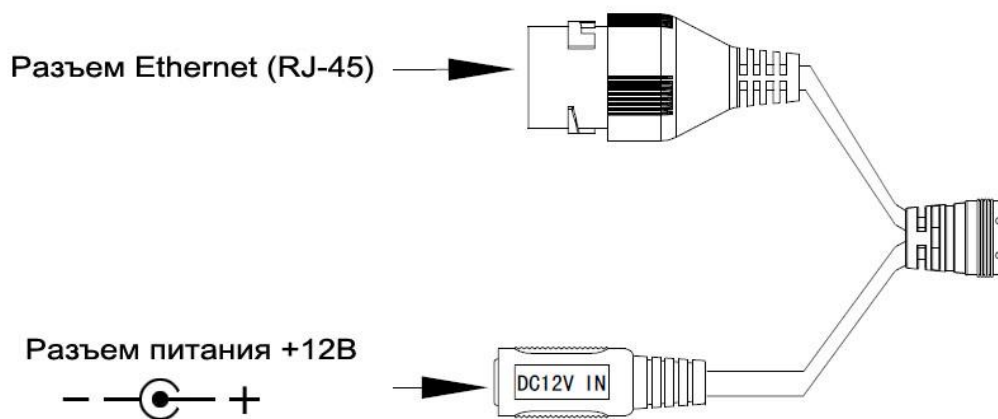

Рисунок 3
3.5 Подключите соединительные провода (разъемы) в соответствии со схемой внешних подключений (рис.3) и соблюдением полярности. Неверное соединение может привести к повреждению и/или неправильному функционированию оборудования.